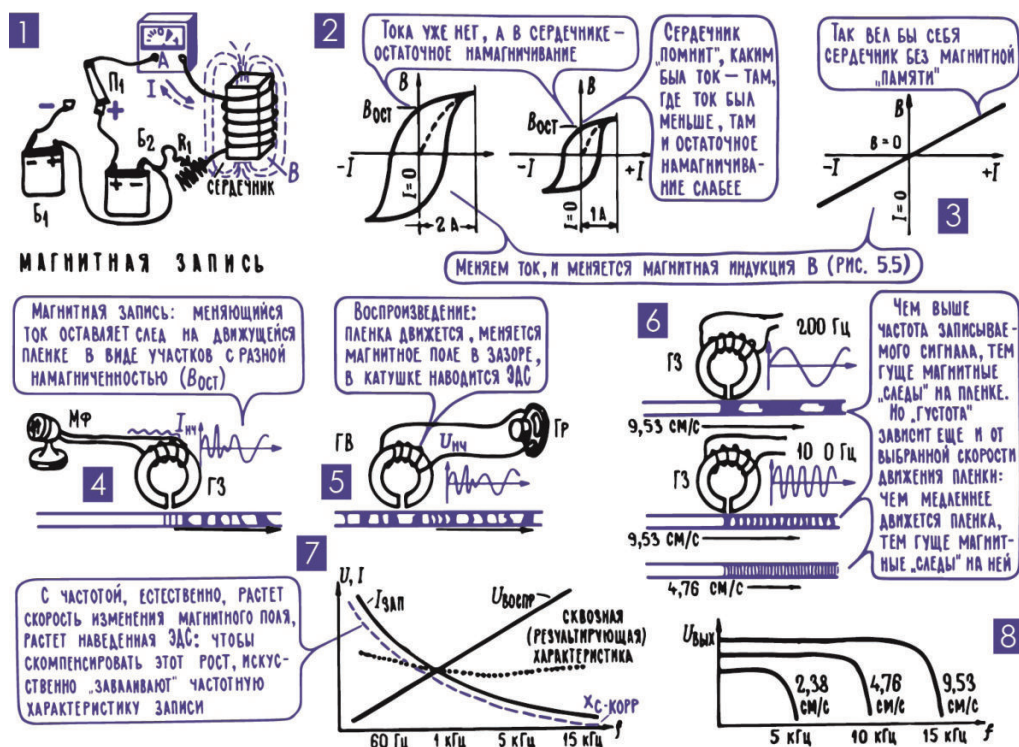

Рис. 13.13. Принципы магнитной записи
22. Магнитная фонограмма: изменения звукового давления записаны в изменениях намагниченности участков ленты из ферромагнитного материала. Чтобы понять физическую основу магнитной записи звука, нужно обратиться к явлению, хорошо известному из повседневного опыта, – к остаточной намагниченности. Иголка после соприкосновения с постоянным магнитом сама намагничивается, становится своего рода постоянным магнитом. Стальной сердечник, вставленный в катушку, по которой идет постоянный ток, сохранит некоторые остаточные магнитные свойства и после того, как ток в катушке прекратится. Все это и есть остаточный магнетизм, он связан с тем, что элементарные магнитики, однажды повернувшись под действием внешнего магнитного поля (гл. 5; 6), не полностью возвращаются в исходное положение, когда это внешнее поле исчезает; нужно приложить внешнее поле обратного направления, чтобы размагнитить кусок стали. Но когда это поле исчезнет, появится остаточная намагниченность другой полярности, более слабая, чем первоначальная. Чтобы полностью размагнитить стальной предмет, его помещают в магнитное поле, созданное переменным током, и медленно вытаскивают этот предмет из меняющегося поля. Само явление остаточной намагниченности называют гистерезисом, а график, который показывает, как идет процесс намагничивания, за свою форму получил название петли гистерезиса (рис. 13.13; 2).
¹¹ В быту это касается только высококачественных катушечных магнитофонов, причем, как правило, при достаточно высокой скорости движения ленты (19 см/с). Кассетные деки и тем более переносные магнитофоны с кассетами в принципе не могут обеспечить качество звучания, приближающееся к качеству «виниловых» проигрывателей (см. рис. 13.13; 8, а также в разделе 25 частотные характеристики записи на ленту при различных скоростях).
На графиках рис. 13.13; 2 видно, что остаточная намагниченность $B_{ост}$ (то есть намагниченность после прекращения тока) будет разной при разных значениях намагничивающего тока. От этих графиков до магнитной записи звука остается буквально один шаг. К катушке, намотанной на сердечник с воздушным зазором, подводим низкочастотный переменный ток $I_{нч}$ (рис. 13.13; 4), электрическую копию звука. Если протягивать мимо воздушного зазора стальную ленту, то меняющийся ток, точнее его меняющееся магнитное поле, создаст в различных участках ленты разную остаточную намагниченность: в те моменты, когда по катушке шел более сильный ток, намагниченность будет побольше; с уменьшением тока будет ослабевать и остаточная намагниченность. В итоге изменения намагниченности стальной ленты будут точно повторять изменения тока (а значит, звукового давления) во времени. Так же, как на пластинке, летопись звука
Замыкаясь через участок пленки, прилегающий к узкому зазору, магнитное поле оставляет на пленке очень узкий след, и запись ведется экономно, мелкими штрихами. А значит, пленку можно протягивать довольно медленно и на сравнительно небольшом куске пленки долго вести запись (рис. 13.13; 6).
25. Верхняя граничная частота записи определяется скоростью движения пленки и шириной рабочего зазора в головках. Владельцу магнитофона во всех случаях хотелось бы, чтобы пленка двигалась как можно медленнее, то есть чтобы одна кассета или катушка с пленкой звучала как можно дольше. Но скорость движения пленки нельзя выбирать произвольно, она определяет ту наибольшую частоту, которую удастся записать на фонограмме и которая определяет качество звучания магнитофонной записи. Чем более высокую частоту мы хотим записать, тем больше должна быть скорость пленки. Практически эту скорость выбирают с таким расчетом, чтобы фонограмма одного колебания самой высокой записываемой частоты по длине пленки занимала больше места, чем сам зазор магнитной головки (рис. 13.13; 6).
стандартом скорости удается получить такие предельные частоты записи и воспроизведения: скорость 19,05 см/с – предельная частота около 18 кГц, скорость 9,53 см/с – частота 12,5 кГц, скорость 4,76 см/с – примерно 8 кГц и скорость 2,38 см/с – предельная частота около 5 кГц. Во многих магнитофонах предусмотрены две, а то и три скорости записи и воспроизведения, и, конечно, при меньшей скорости пленки звучат дольше, а частотная характеристика в области высших частот «кончается» раньше (рис. 13.13; 8). Нужно сказать, что магнитная пленка постепенно стирает головку, и ее характеристики в какой-то степени меняются.